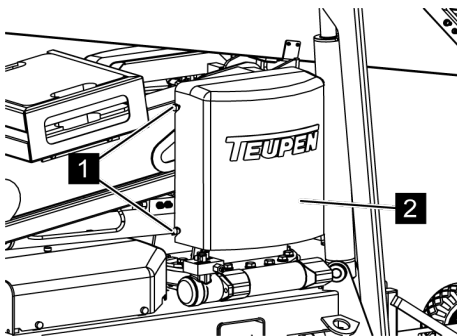

Fig. 119: Fixer le capot
6. → Mettre le capot en place (Voir la Fig. 119/2) et bien le visser avec les vis moletées (Voir la Fig. 119/1).